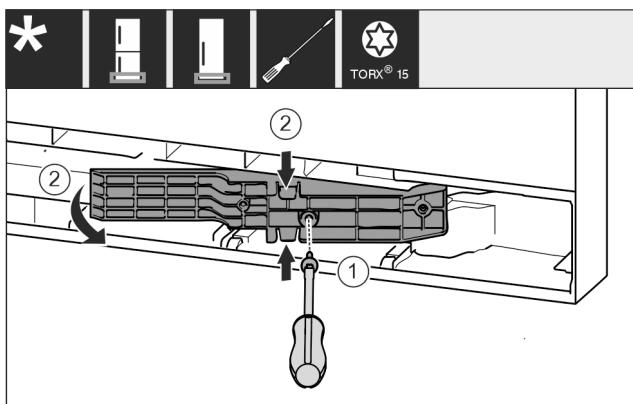

Fig. 18 *
- Atskrūvējiet skrūves ar skrūvgriezi T15. Fig. 18 (1)*
- Izvelciet adapteri. Fig. 18 (2)*